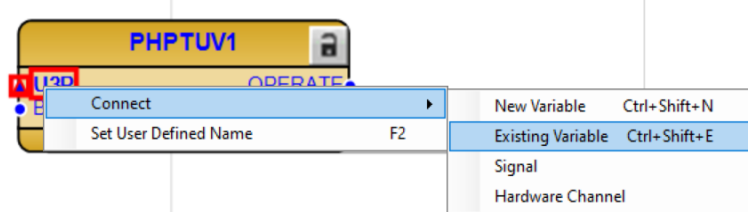

Imagen 262_Conexión de variable existente para el puerto de entrada del bloque PHPTUV1.
4.1.34 En el bloque “PHPTUV1”, damos clic derecho en la entrada del bloque de protección “IRES”, seleccionamos “Connect - Existing Variable” como se observa en la **Imagen 262**.